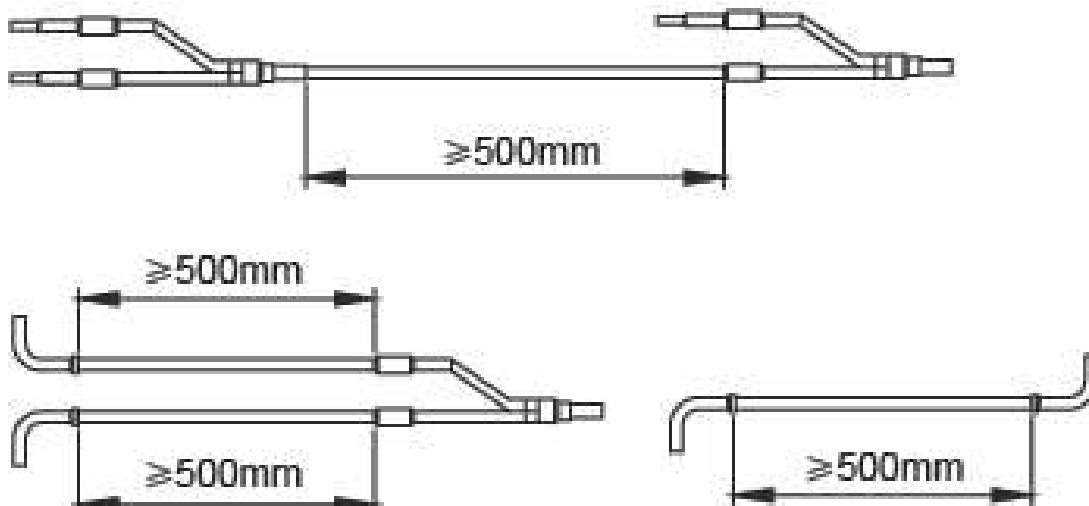

Рис. 12.5
12.5.5. При проектировании и монтаже разветвителей необходимо учитывать следующее (рис. 12.5.):